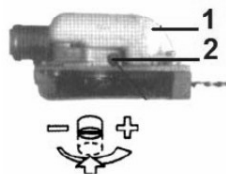

Fig.PP9
2. Poser l'appareil sur le côté, le réservoir d'huile placé au-dessus. (Fig.PP9)